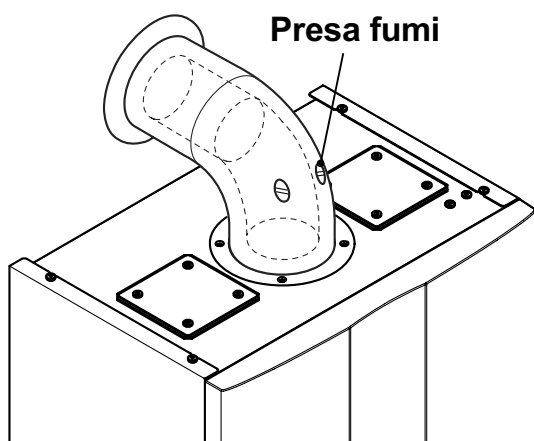

Figura 6.4
**Riempire il sifone scarico condensa con circa mezzo litro d'acqua per evitare che alla prima accensione esca fumo. Per questa operazione si può usare la presa fumi posta sullo scarico fumi (Figura 6.4).**